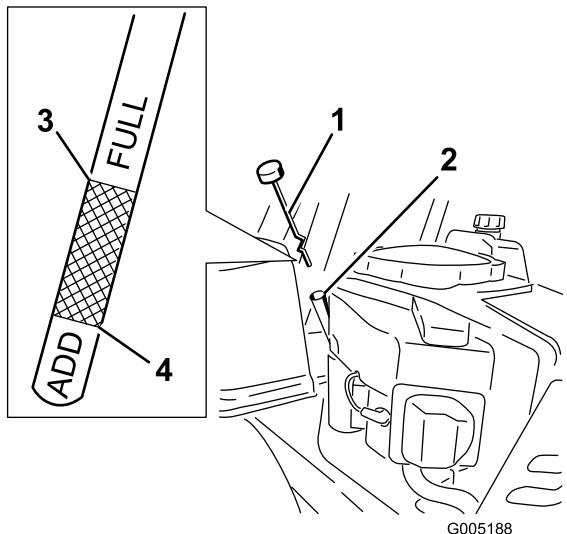

Figure 29
- Dévissez et retirez la jauge, puis essuyez-la sur un chiffon (Figure 29). Réintroduisez la jauge dans le tube jusqu'à ce que le bouchon repose sur le tube. Ne vissez pas le bouchon sur le tube.
5. Sortez de nouveau la jauge et vérifiez le niveau d'huile. (Figure 29).
7. Enlevez le bouchon de remplissage/la jauge (Figure 29).
13. Versez avec précaution environ 80 % de la quantité d'huile spécifiée dans le goulot de remplissage (Figure 29)
14. Remettez le bouchon de remplissage/la jauge en place (Figure 29).
15. Vérifiez le niveau d'huile (Figure 29); voir Contrôle du niveau d'huile.
17. Remettez le bouchon de remplissage/la jauge et serrez à fond (Figure 29).